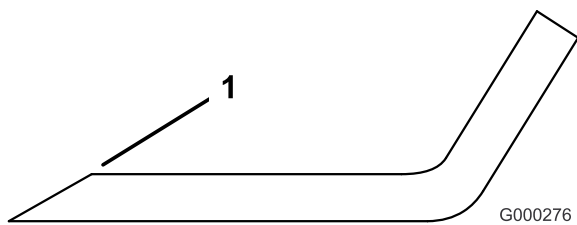

Figura 57
1. Affilate i taglienti da entrambe le estremità della lama con una lima (Figura 57). Rispettate l'angolazione originale. La lama conserva il proprio equilibrio soltanto se viene rimossa una quantità uguale di materiale da entrambi i taglienti.